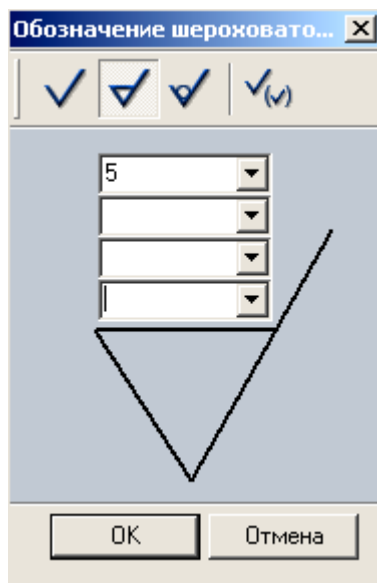

Рисунок 8.23
Диалоговое окно «Обозначение шероховатости» (см. Рисунок 8.23) разделено на секции, в которых указываются параметры обозначения.
2. Определить параметры обозначения в диалоговом окне (см. Рисунок 8.23).